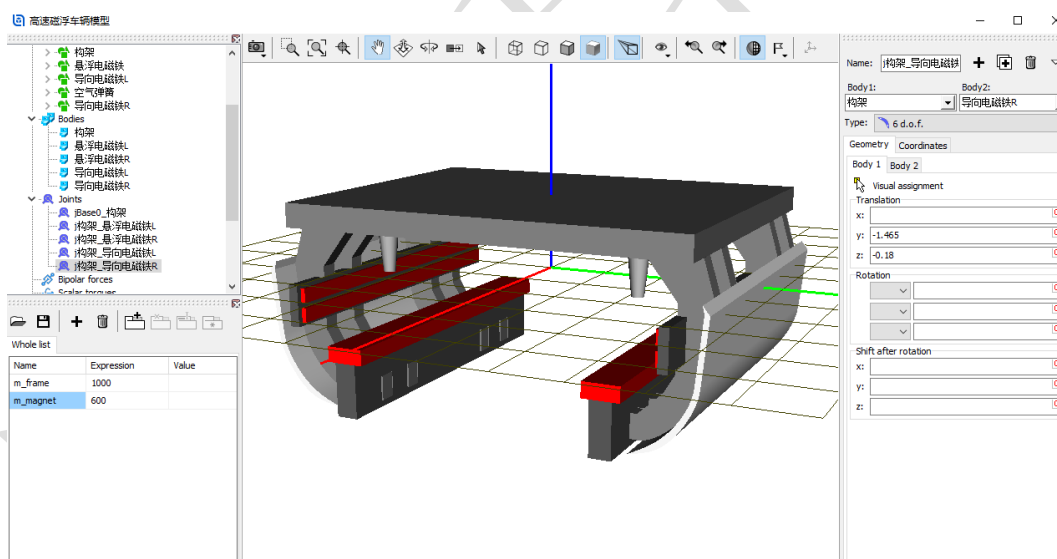

图 3-119
- 13) 复制生成第五个铰，**Body2** 更改为**导向电磁铁 R**，**Body1** 的铰接点坐标为 $(0, -1.465, -0.18)$ 。切换到整体视图模式，如图 3-119。